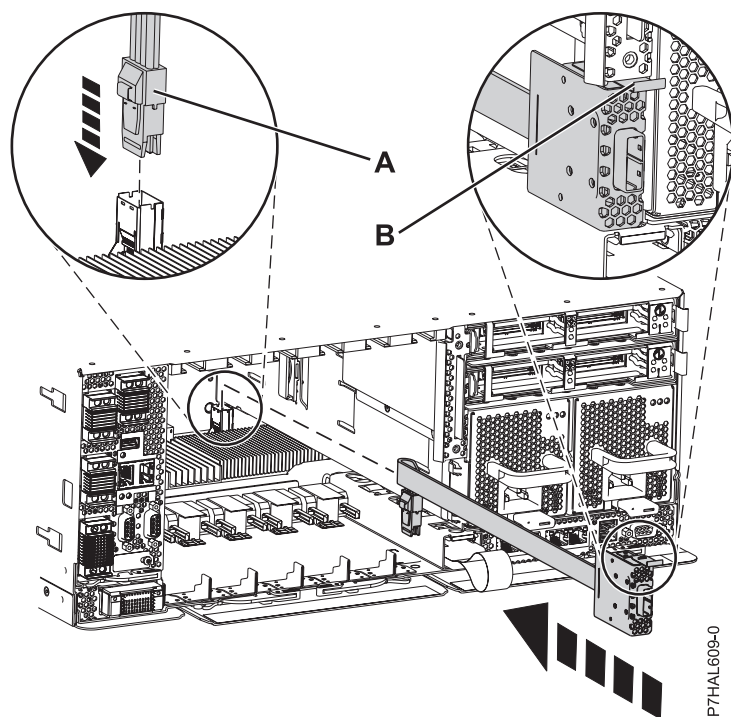

Figura 53. Sustitución del cable SAS
1. Conecte el puerto externo a la parte posterior del sistema (B) hasta que encaje en su sitio, como se muestra en la Figura 53 en la página 94.
2. Empuje la pieza de acoplamiento SAS (A) en la conexión SAS de la placa posterior del sistema hasta que encaje en su lugar.